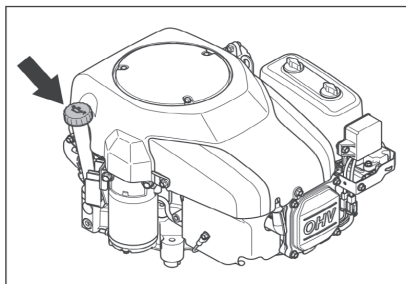
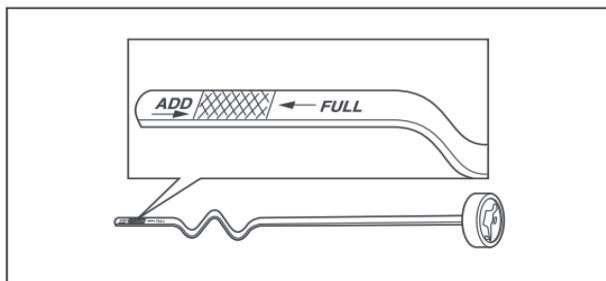

Рис. 23
Рис. 24
Открутите крышку маслоналивной горловины, к которой прикреплён щуп (Рис. 23). Выньте его и протрите чистым, бумажным полотенцем. Долейте в картер двигателя через горловину необходимое количество моторного масла, проверяя, чтобы уровень был между рисками между максимальным (Поз. FULL, Рис. 24) и минимальным (Поз. ADD), вынимая щуп, протирая насухо и устанавливая его обратно на несколько секунд. При достижении требуемого количества, вставьте щуп и закрутите крышку маслоналивной горловины.
Чтобы прекратить кошение и остановить двигатель, отключите вращение ножей режущей деки (Рис. 23) и поверните ключ зажигания в положение (O). Рис. 34.